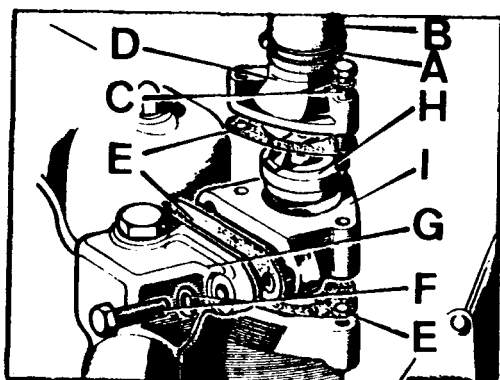

Fig. A1-31 Desmontaje del termostato y su caja
- 1.3. Aflojar la brida, A (Fig. A1-31) y desconectar el manguito superior, B.
- 1.4. Extraer los tornillos y arandelas, C (Fig. A1-31) y retirar la tapa, D, en unión de su junta, E.
- 1.5. Desmontar los tornillos, F (Fig. A1-31) y retirar la tubería derivada, G, con su junta, E.
- 1.6. Extraer el termostato, H (Fig. A1-31), la caja de éste, I, y su junta, E.
- 2.1. Extender una capa de grasa sobre ambas caras de las juntas, E (Fig. A1-31).